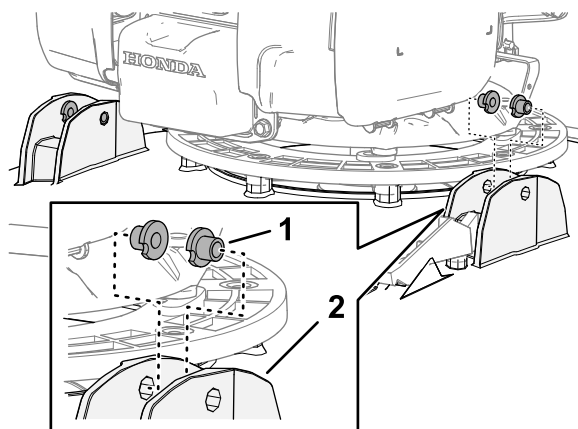

Figura 5
1. Montai 2 buce în T în flanele barei de ghidare a punii mainii de tuns iarba (Figura 5).